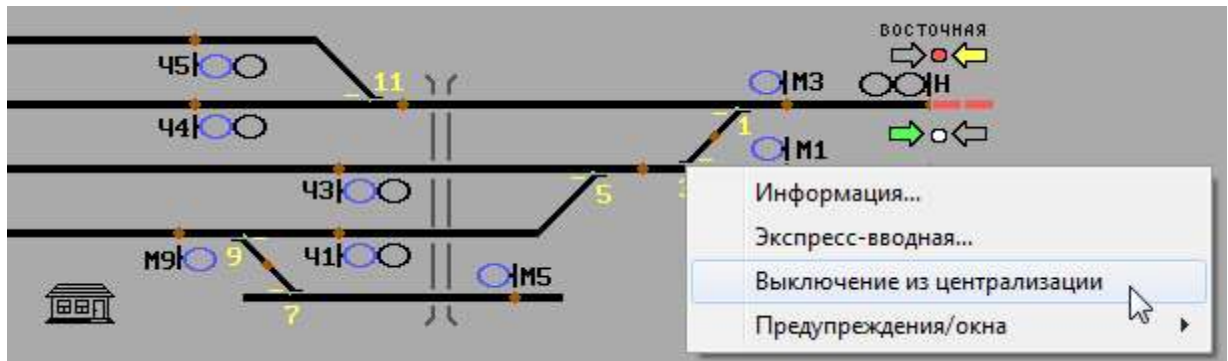

Рис. 31. Выключение стрелки из централизации.
1. Нажать правой кнопкой мыши на стрелку, которую необходимо выключить из централизации и выбрать пункт «Выключение из централизации» (Рис. 31).